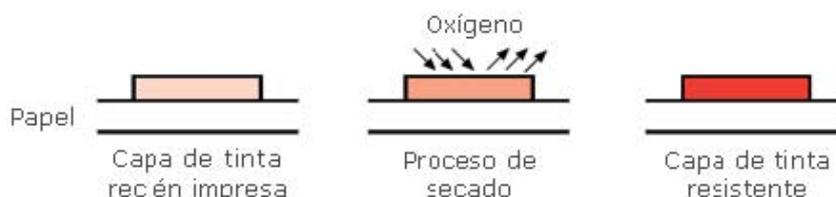

Fig. 12: proceso de secado de tintas por oxidación.
- **Oxidación.** Cuando la capa de tinta se deposita sobre el soporte, el oxígeno oxida a los aceites vegetales y resinas, endureciendo de esta forma la capa de tinta hasta hacerla resistente y flexible. En estas tintas no hay aceites minerales (fig. 12).